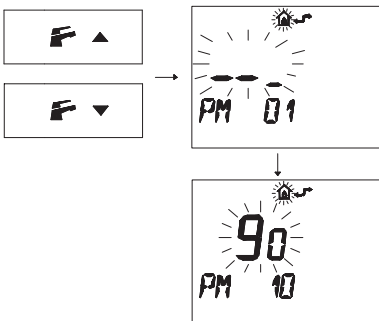

Figura 5.57
- Premere i pulsanti **F** con **▲** o **▼** per visualizzare la programmazione "PM10" selezione della frequenza di accensione (Figura 5.57).
Nella Figura 5.57 si visualizza un SET programmato di **90** corrispondente ad un tempo di riaccensione di 3 minuti circa.